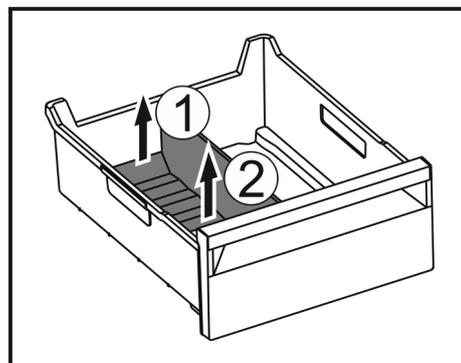

Fig. 61
- Hinteren Teil des Eisfach-Trenners anheben. Fig. 61 (1)
- Eisfach-Trenner nach oben entnehmen. Fig. 61 (2)